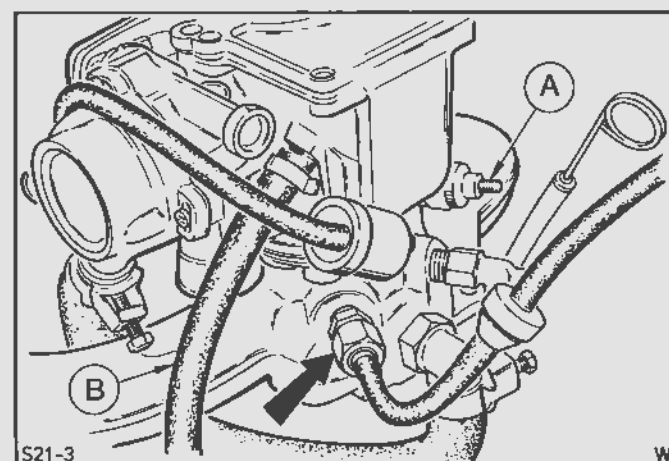

Fig.23. Bremseforst. vakuumslange
23. Forbind i påkommende tilfælde vakuumslangen med bremseforstærkeren, Fig. 23.